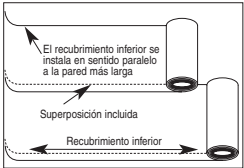

Figura 13
- El contrapiso del piso flotante está equipado con una cinta de doble faz para facilitar el encintado de las juntas precortadas traslapadas (Figura 13). Si se usa un contrapiso sin adhesivo, coloque la cinta que se incluye en todas las juntas.